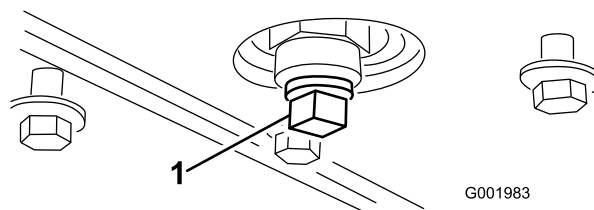

Figura 49
5. Retire el tapón de vaciado (Figura 49).